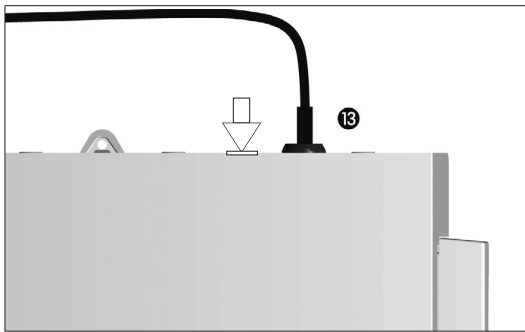

fig. 2
D. Connecter le câble de la pédale sur la sortie prévue sur la face arrière, orienter la prise et la fiche à l'aide du détrompeur sur la prise fig. 2.